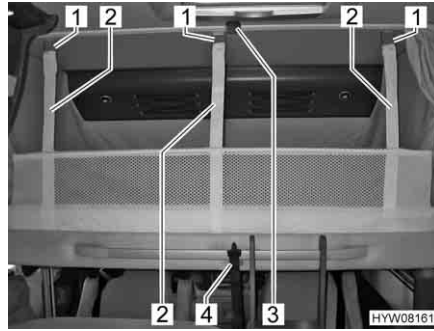

Fig. 80 Letto basculante con rete protettiva montata
- Staccare la cintura di ritegno (Fig. 80,4).
- Staccare le cinture di ritegno (Fig. 80,2) e sistemare la rete protettiva sotto il materasso.
- Assicurare il letto basculante al soffitto (Fig. 80,3) mediante la cintura di ritegno (Fig. 80,4).
- Agganciare le cinture di ritegno (Fig. 80,2) ai ganci (Fig. 80,1) del soffitto.